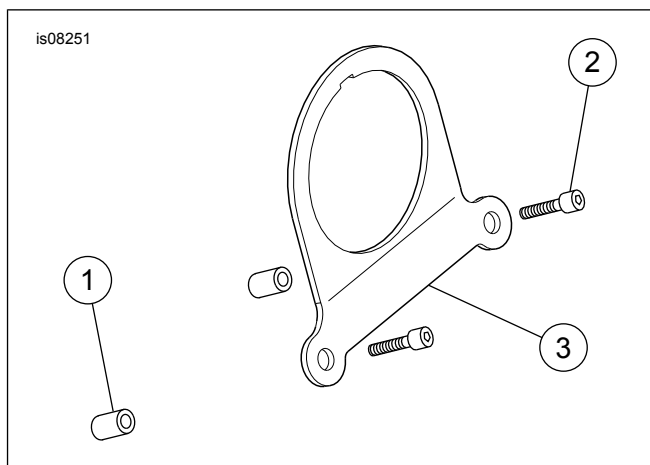

Figura 1. Parti di ricambio
Vedere Figura 1 e Tabella 3.
1. Vedere Figura 1. Rimuovere le due viti del morsetto del manubrio più lontane rispetto al pilota.
2. Inserire i distanziali (1) nelle lamine vuote delle viti del morsetto.
3. Fissare senza stringere l'attacco del contagiri (3) al morsetto del manubrio con le viti (2).